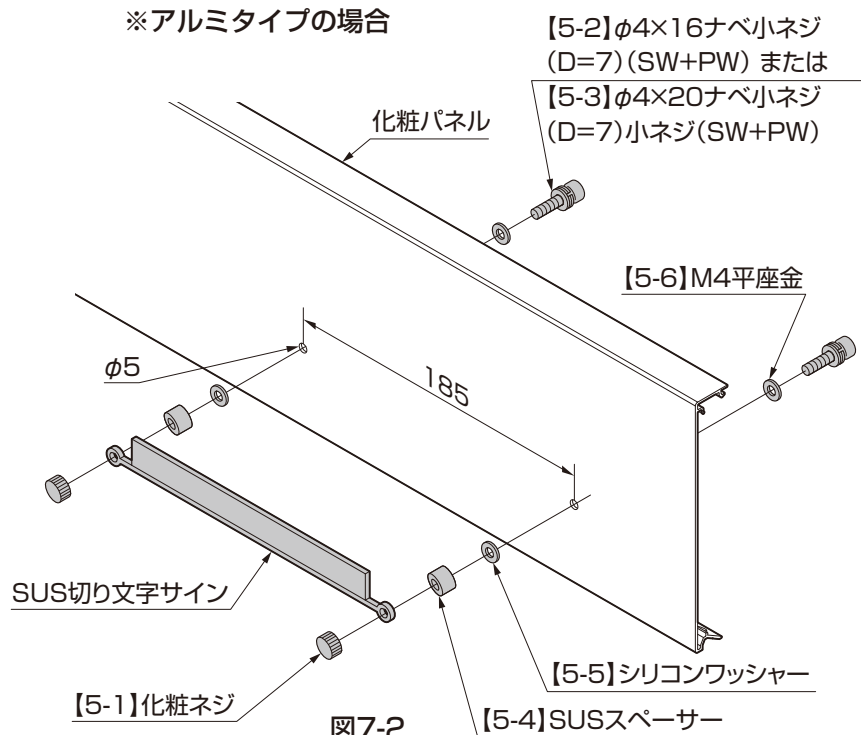

図7-2
- ①化粧パネルにφ5の穴を2カ所あけてください。(図7-2参照)